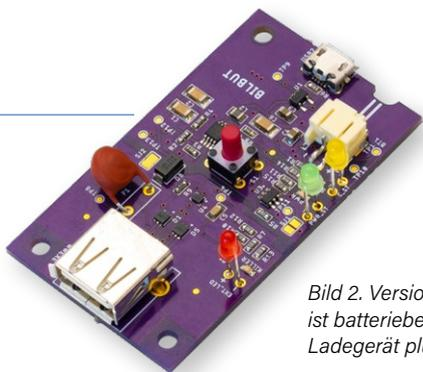

Bild 2. Version 1 des USB-Killer-Detektors ist batteriebetrieben und enthält ein LiPo-Ladegerät plus Boost-Konverter.
1. Eine tragbare, batteriebetriebene Version, die Sie überallhin mitnehmen können (**Bild 2**). Sie enthält ein LiPo samt Akkuladegerät und einen Boost-Konverter, der die Batteriespannung in 5 V für den USB-Stick umwandelt.